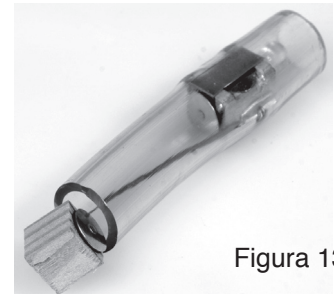

Figura 13
16. - Enrollar la punta del cable pelado a la chincheta y clavarla en la pieza de madera (1a). Ver figura 13.